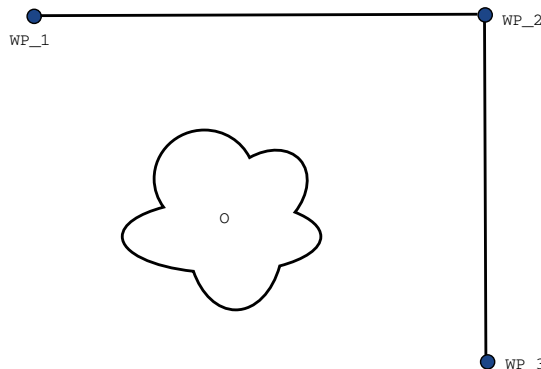

Figure 14.2: WP_1: начальное положение, WP_2: промежуточная точка, WP_3: положение захвата, O: препятствие.
Пример Рассмотрим операцию захвата и перемещения в качестве примера (см. рисунок 14.2), где робот в настоящий момент находится в контрольной точке 1 (WP_1) и должен выполнить захват объекта в контрольной точке 3 (WP_3). Во избежание столкновений с объектом и другими препятствиями (O) робот должен двигаться к WP_3 в направлении из контрольной точки 2 (WP_2). Таким образом, три контрольные точки участвуют в создании пути, удовлетворяющего требованиям.